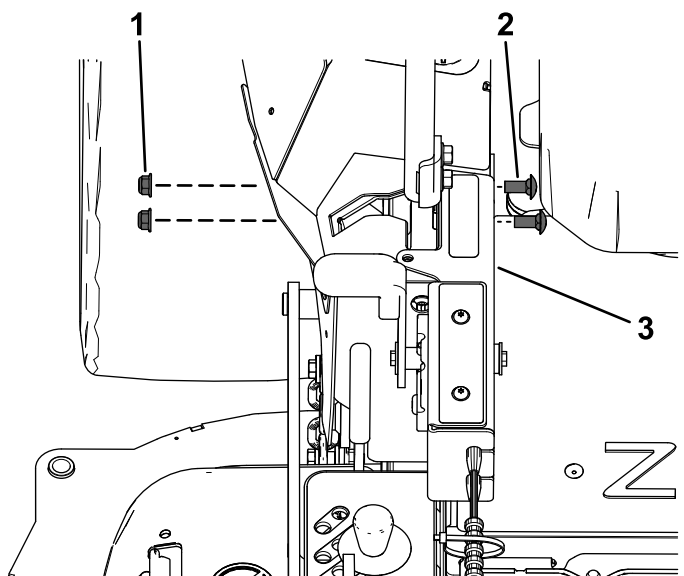

Figur 16
4. Lossa de fyra ansatsskruvarna som fäster den högra sidokåpan (Figur 16).
5. Ta bort den högra sidokåpan (Figur 16).